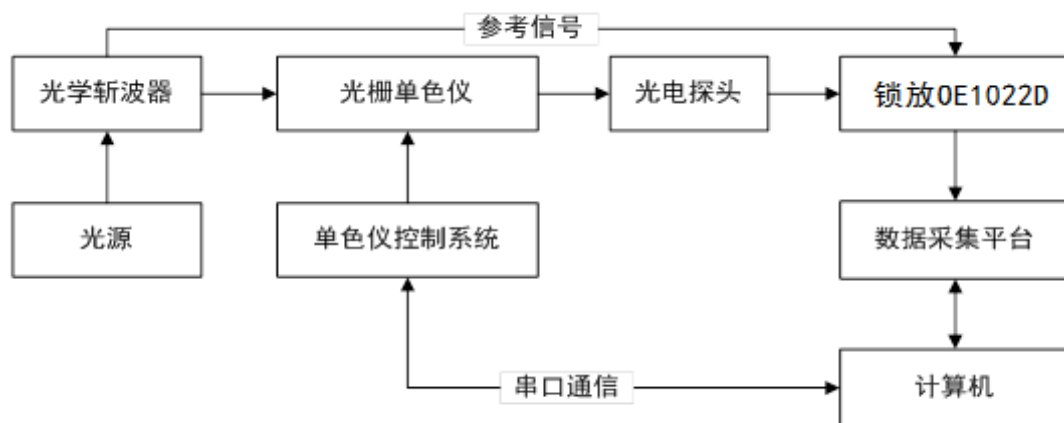

图101. 光谱测量平台示意图
3. 搭建起光谱测量平台，并用一条带 BNC 接头的信号线连接光电探头的输出接口和 OE1022D 前面板 SIGNAL IN 的 IN+接口；用另一条带 BNC 接头的信号线连接光学斩波器的同步频率信号输出接口 OUTPUT 和 OE1022D 前面板的 REF IN 接口；用一条带 BNC 接头的信号线连接 OE1022D 后面板的 CH1 接口和数据采集平台，示意图如图 101 所示：